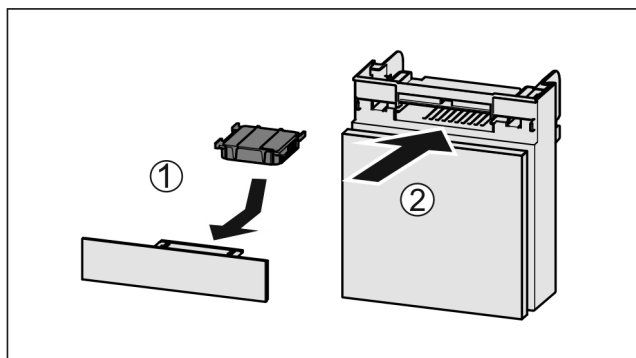

Fig. 243
- ▶ 按图装入 Fig. 243 (1)活性炭过滤器。
- ▶ 推入 Fig. 243 (2)抽屉。